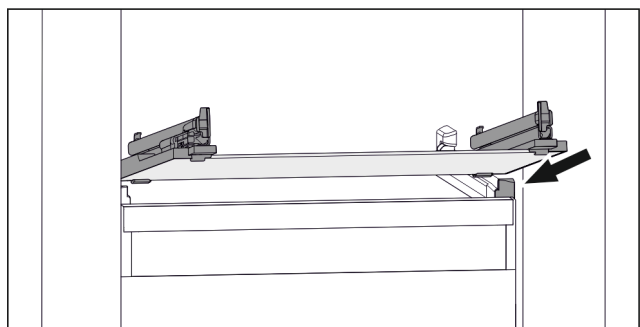

Fig. 94 Примерное отображение стеклянной пластины
- ▶ Наклоняя вниз, установите стеклянную пластину за стопоры. (см. Fig. 94)